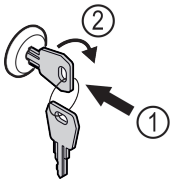

Fig. 131
- ▶ Zatlačte kľúč Fig. 131 (1).
- ▶ Otočte kľúč o 90° v smere hodinových ručičiek Fig. 131 (2).